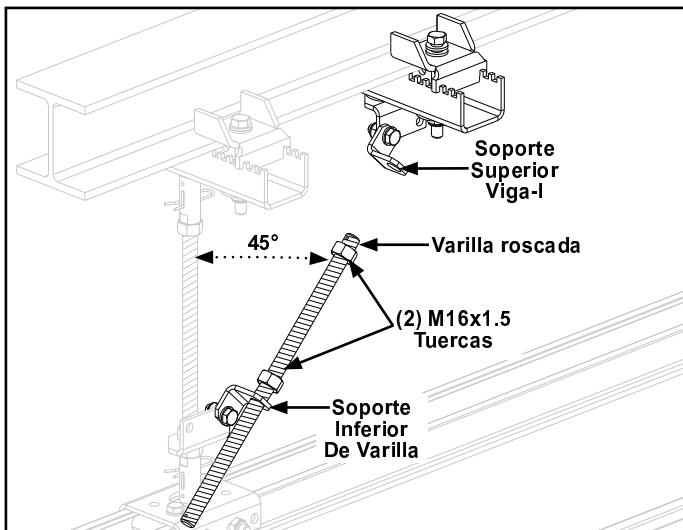

Figura 3-51
- Paso 10. Apriete (2) M12 x 100 mm HHCS, alternando ambos lados, hasta que el soporte de Viga-I este apretado pero que pueda deslizar sobre la viga para ajustes del refuerzo.
- Paso 11. Inserte varilla roscada en soporte de varilla inferior. Esta debe tener un Angulo de 45°. Vea Figura 3-51.
- Paso 12. Inicie (2) Tuercas M16 x 1.5 en la varilla roscada . Vea Figura 3-51.
- Paso 13. Inserte extremo de varilla roscada en soporte inferior de Viga-I. Vea Figura 3-51.